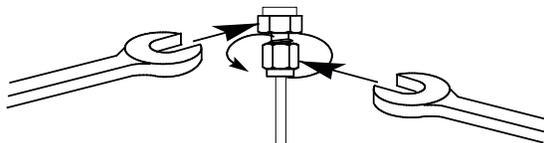

Рис. 27. Окончательное закручивание
- 8 Для фитингов Swagelok 1/8" используйте пару ключей 7/16", чтобы закрутить фитинг на 3/4 оборота. См. **Рис. 27**.
Для фитингов 1/4" используйте пару ключей 9/16", чтобы закрутить фитинг на 1–1/4 оборота, как показано на **Рис. 27**.